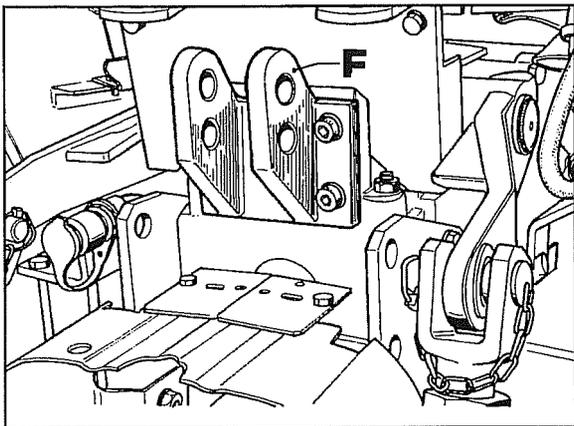

Fig. 7
- 3 Para llegar a dicho microinterruptor es necesario quitar el enganche 3° punto **F** fig.7.